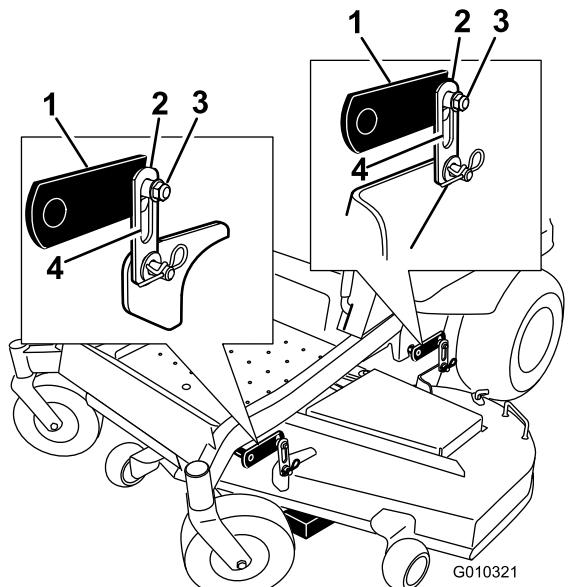

Figura 65
4. Afloje las tuercas de ajuste del sistema de nivelación (pieza 3) en las cuatro esquinas de modo que la carcasa quede bien asentada en los cuatro bloques. Asegúrese de que las barras de soporte de la carcasa están bajadas del todo (en la parte superior de la ranura) y que el pedal de elevación de la carcasa está hacia atrás, contra el tope, y apriete las cuatro tuercas de ajuste del sistema de nivelación (Figura 65).